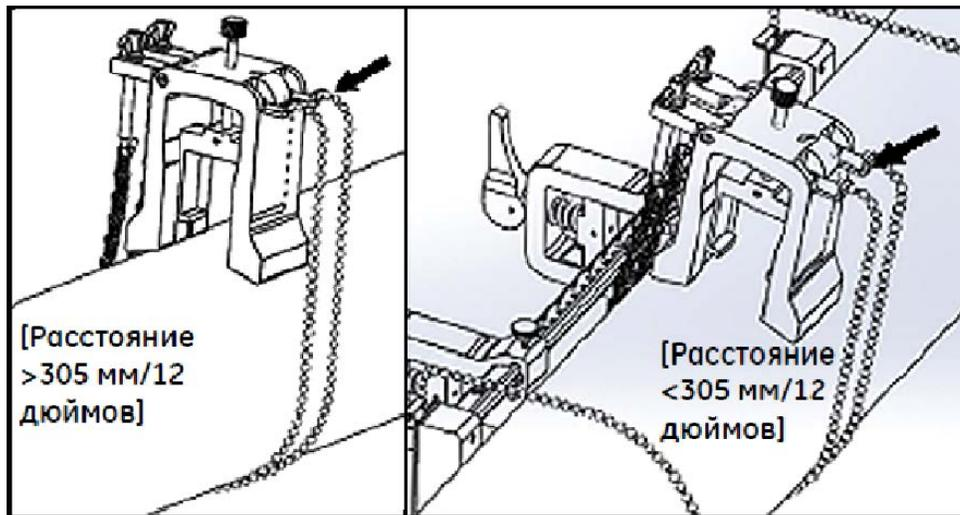

Рис. 27: Закрепленные цепи скобы
3. Обмотайте цепи вокруг трубы и прикрепите их к кронштейну скобы, как показано на Рис.27 ниже.